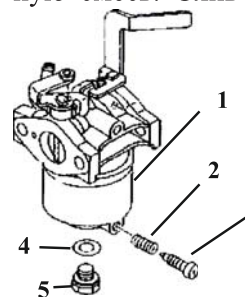

рис. 6
6.5.3 Слейте топливо из поплавковой камеры карбюратора, вывинтив пробку 3 (рис. 6) После слива установите пробку на место и затяните.
6.5.4 В модификациях в которых отсутствует винт слива, топливо сливать вывинтив болт 5 (рис. 6) крепления поплавковой камеры 1 (рис. 6), придерживая камеру.